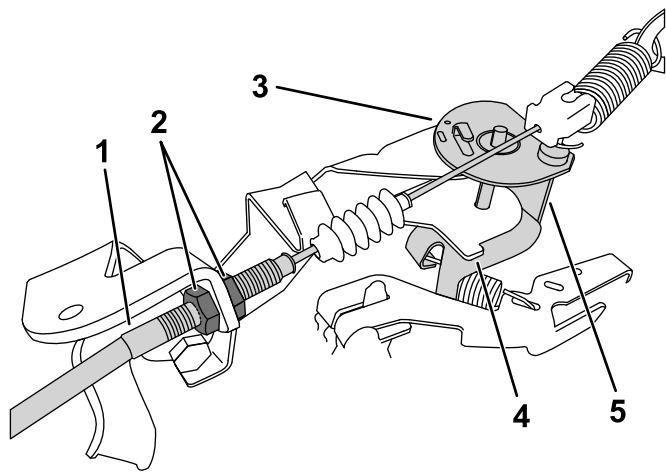

Figura 35
- Nel cavo dell'acceleratore, allentate il controdado anteriore e serrate il controdado posteriore per aumentare il minimo inferiore (Figura 35).